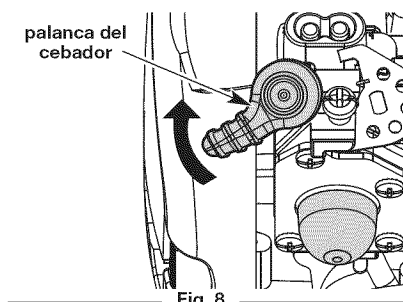

Fig. 8
4. Dé la vuelta a la palanca del cebador agujas del reloj hasta que encaje (fig. 8).